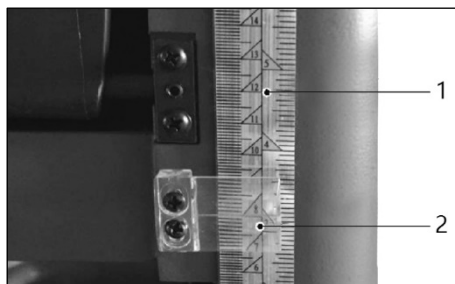

Рисунок 9.
- Используйте заготовку, с помощью которой вы провели установку параллельности оси рабочей платформы и рабочего стола. Размер ее вам известен. Сравните измеренную толщину доски с показаниями на шкале **1** (рис.9) по указателю **2**.